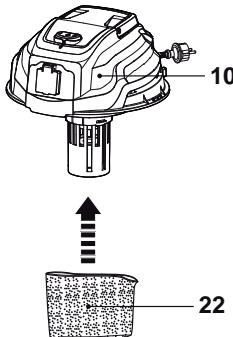
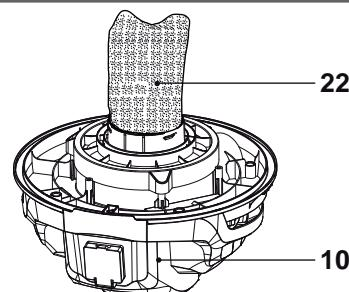

Fig. 10
Fig. 19
- > Deslize a manga de espuma (22) na unidade do motor (10) (Fig. 10). Certifique-se de que assenta bem na posição. Consulte a Fig 19.
Utilize a manga de espuma (22) durante as operações de aspiração húmida (Fig. 19). Operar o produto sem a manga de espuma (22) pode danificar a unidade do motor.